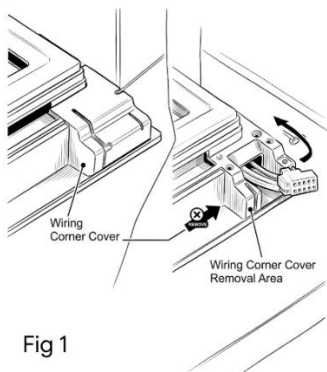

Fig 1
1. Insertar una herramienta fina o sonda en la junta de la cubierta de plástico de la esquina en el lado que contiene el armés de cableado de la puerta. Levanta suavemente para liberar las lengüetas de plástico. Mueve la tapa de plástico para liberarla de la esquina del marco de la puerta, asegurándote de no tirar ni dañar el cableado expuesto debajo. (Fig. 1)
3. Muévete a la esquina opuesta del marco de la puerta. Usa tu herramienta de palanca para levantar y desenganchar la cubierta decorativa de plástico sólido y en blanco. Lleva la tapa cega hasta la esquina inicial donde primero retiraste la tapa del cableado. Alineala con la ranura vacía del marco de la esquina y presiona firmemente con los dedos hasta que encaje con firmeza, dejando un acabado limpio y sin costuras. (Fig. 1)